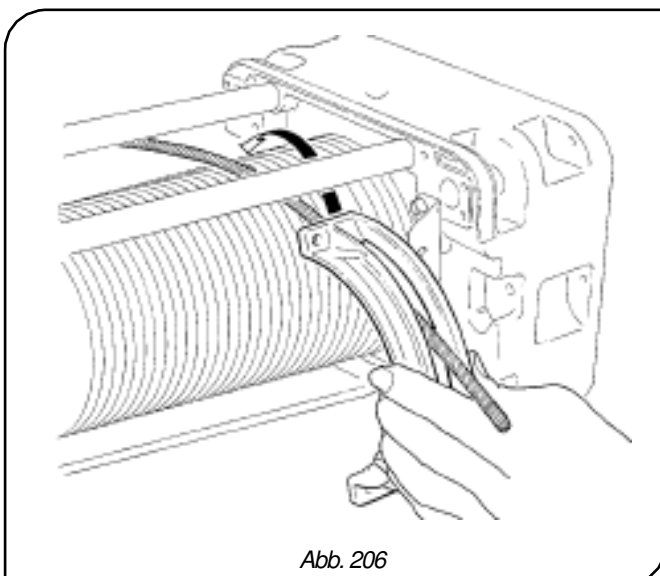

Abb. 206
7. Schieben Sie den Halbring **-16-** (Seilaugangsseite) an die Trommel und drehen Sie ihn in Richtung des Trägers, bis der Seilaustritt nach unten zeigt (Abb. 206).